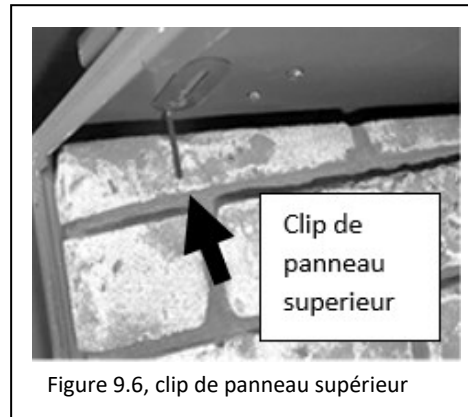

Figure 9.6, clip de panneau supérieur
2. Installez le réfractaire latéral en faisant glisser le haut du panneau vers le haut et en position. L'avant du panneau reposera sur le dessus de l'entretoise du panneau réfractaire. Fixez avec des attaches de panneau préalablement pliées (Figure 9.6).
4. Installez les clips réfractaires supérieurs préalablement pliés (Figure 9.6).